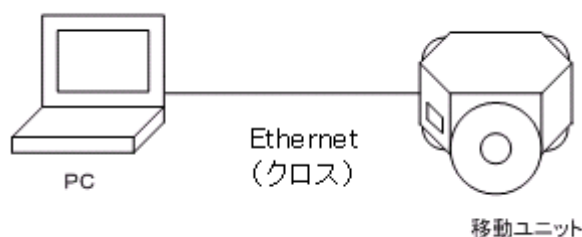
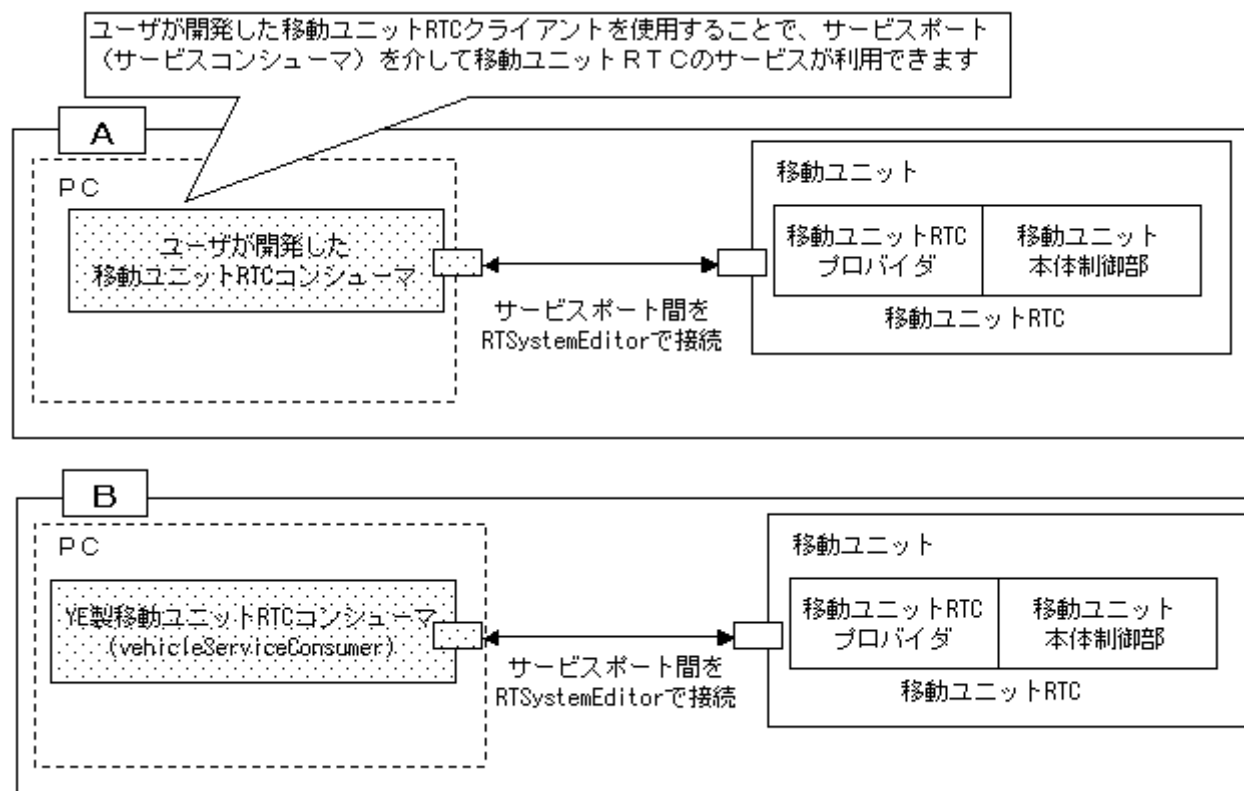

図 1 ハードウェア構成
図 2 ソフトウェア構成
本システムのハードウェア構成を図 1 に、ソフトウェア構成を図 2 に示します。
- A) ユーザが開発した移動ユニット RTC クライアントの使用 (図 2 の A)
- B) 安川電機が開発した YE 製移動ユニット RTC クライアントの使用 (図 2 の B)